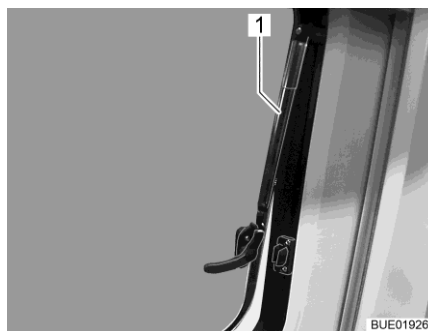

Fig. 18 Finestra apribile con deflettori automatici, aperta
- Campeo/Eliseo: Aprire la finestra apribile. Far innestare in posizione il deflettore automatico (Fig. 18,1) in una delle posizioni di innesto prestabilite. All'innesto si deve sentire un deciso rumore di clic.
Delfin C: Aprire la finestra apribile in qualsiasi posizione. Il deflettore automatico (Fig. 18,1) mantiene aperta la finestra apribile in modo continuo.